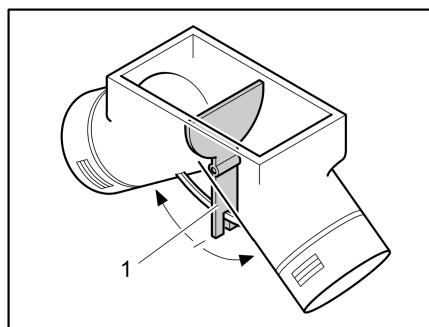

Fig. 111 Ventilador de circulación de aire, tapa de ajuste en posición central
En la posición central, el aire caliente se distribuye uniformemente sobre ambas salidas de aire caliente. La palanca de mando (Fig. 111,1) para la tapa de ajuste se ha incorporado bajo la tapa del suelo en el armario ropero.
- Accionar la palanca de mando (Fig. 111,1) en la dirección de la flecha hasta alcanzar la posición deseada.